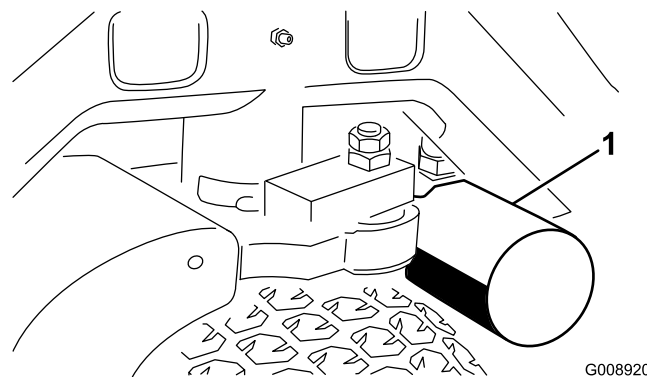
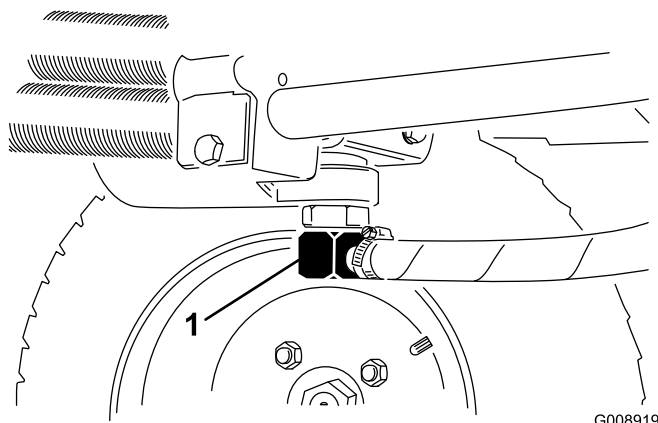

Figura 58
Figura 59
3. Pulite la superficie circostante il filtro. Collocate una bacinella di spurgo sotto il filtro (Figura 58), e togliete il filtro.
2. Scollegate il tubo idraulico (Figura 59) o togliete il filtro idraulico (Figura 58) e lasciate defluire il fluido idraulico in una bacinella. Quando il fluido idraulico cessa di defluire, montate il tubo idraulico.